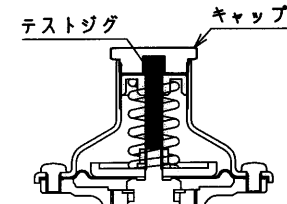

図1 配管洗浄・検査時
1. 配管洗浄・耐圧検査は、テストジグを装着した状態で行います(図1)。